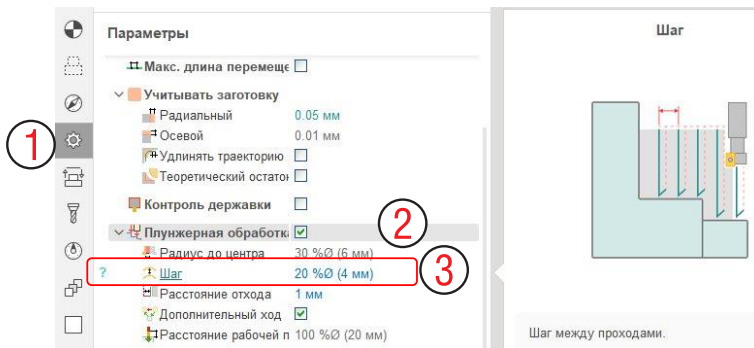
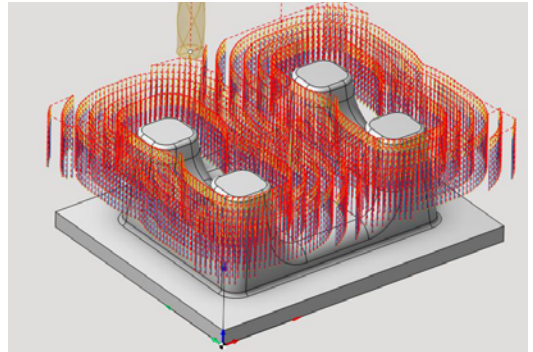

Рис. 2-3. Включение параметра Плунжерная обработка.
Рис. 2-4. Траектория плунжерной обработки.
В СПРУТКАМ есть и **Плунжерная** траектория, она реализуется как дополнительный параметр в основных стратегиях. Для этого на вкладке **Параметры** (1 на рис. 2-3) надо активировать параметр **Плунжерная обработка** (2). На рис. 2-4 дан вариант такой траектории для эквидистантной стратегии. Погружные проходы рассчитываются на основе основной стратегии.
Чтобы ее увидеть, надо навести указатель мыши на знак вопроса перед параметром (3 на рис. 2-3). Для примера, на рис. 2-3 показана подсказка для шага погружений.